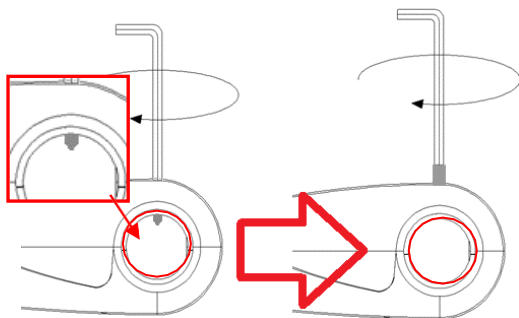

Abb. 5
2. Lösen Sie ggf. die Sechskantschraube an der Rückseite der Steuerung, bis sie durch das Loch oben in der Steuerung nicht sichtbar ist (**Abb. 5**).